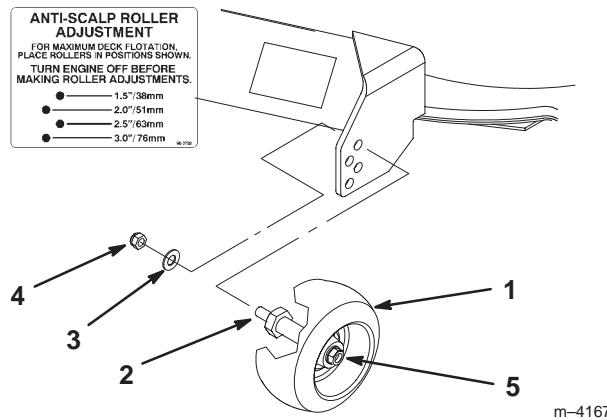

Bild 12
4. Wählen Sie ein Loch, bei dem die Radstelze der gewünschten Schnitthöhe so nahe wie möglich ist (Bild 12).
5. Montieren Sie die Bolzenmutter und Scheibe (Bild 12).
Hinweis: Entfernen Sie nicht die Radmutter und Scheibe (Bild 12).